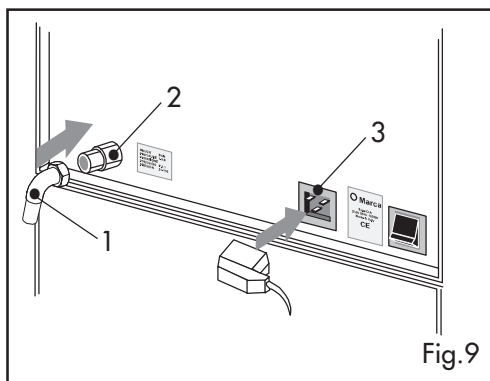

Fig.9
Steek eerst de voedingskabel in de aansluiting ref. 3 (fig. 9), steek de stekker daarna in het stopcontact en controleer of de spanningswaarde van de lijn overeenstemt met de waarde die op het typeplaatje staat dat op het apparaat is aangebracht (zie fig. 9).
Gebruik een geschikte toevoerleiding ref. 1 (fig. 9) en sluit deze aan op het aansluitstuk van G 3/4" ref. 2 (fig. 9) dat zich aan de achterkant van het apparaat bevindt.